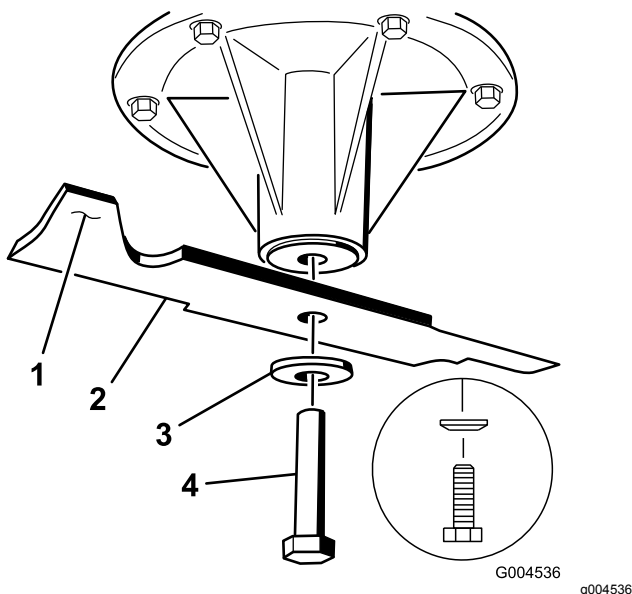

Figura 98
2. Retire del eje el perno de la cuchilla, la arandela curva y la cuchilla (Figura 98).
- Si la cuchilla no está equilibrada, rebaje algo el metal en la parte de la vela solamente con una lima (Figura 98).